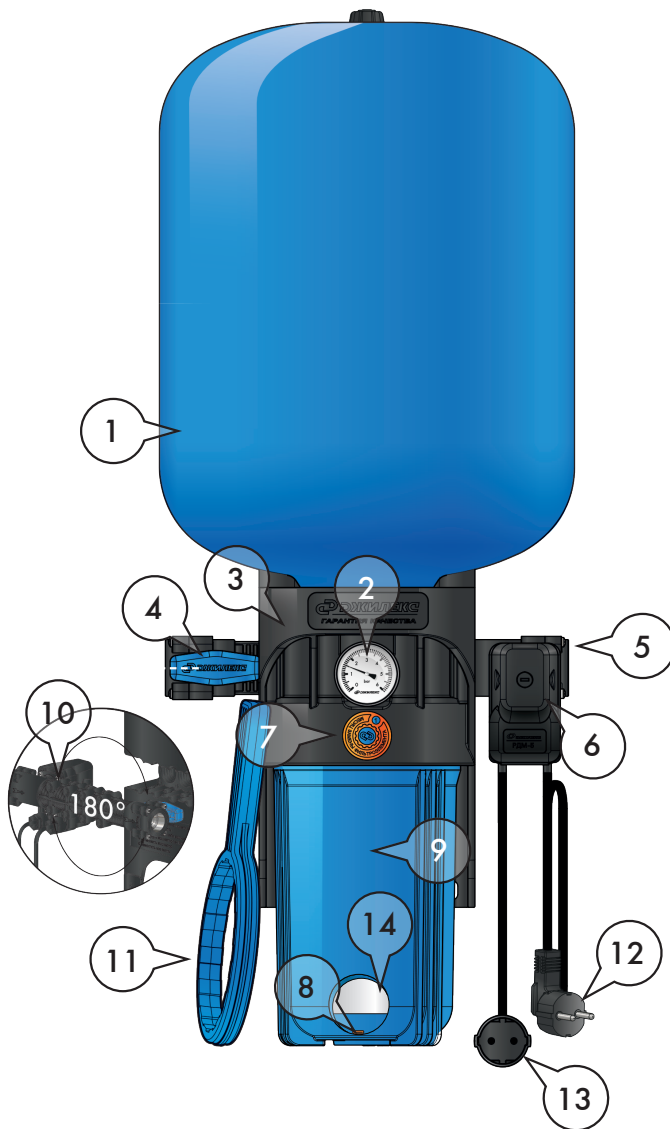

Рисунок 3
КРАБ-Т (рисунок 3) содержит стационарно закрепляемый на опорной поверхности (стене) корпус (3), являющийся базой; к нему присоединяются:
- гидроаккумулятор (1); гидроаккумулятор имеет наружную резьбу на фланце и навинчивается сверху на корпус, содержащий ответное резьбовое отверстие, уплотняется торцевым или радиальным эластичным уплотнителем;
- пластмассовая колба (9) с фильтрующим картриджем (14) размером SLIMLINE 10" для моделей КРАБ-Т 10, 24, 50* (за исключением системы КРАБ-Т 18) или пластмассовая колба (9) для картриджа размером BIG BLUE 10" (для системы КРАБ-Т 50*) или BIG BLUE 20" (для системы КРАБ-Т 100) со сливной пробкой (8). Колба картриджного фильтра имеет наружную резьбу и навинчивается снизу на корпус, содержащий ответное резьбовое отверстие, уплотняется торцевым или радиальным эластичным уплотнителем; в нижней части колбы расположена сливная пробка, уплотняемая эластичным уплотнителем; для монтажа/демонтажа колбы к комплекту прилагается ключ (11);
- манометр (2);
- устройство индикации месяца замены фильтрующего картриджа (7);
- съемный коллектор (10), который содержит встроенный шаровой кран (4) с резьбовым патрубком на выходе, обратный клапан с резьбовым патрубком на входе (5), присоединительный штуцер для реле давления; коллектор содержит 3 цилиндрических патрубка и вставляется в ответные отверстия корпуса с возможностью обеспечить подачу воды слева направо или справа налево; уплотняется эластичным уплотнителем, фиксируется на корпусе винтами;
- реле давления РДМ – 5 (6).